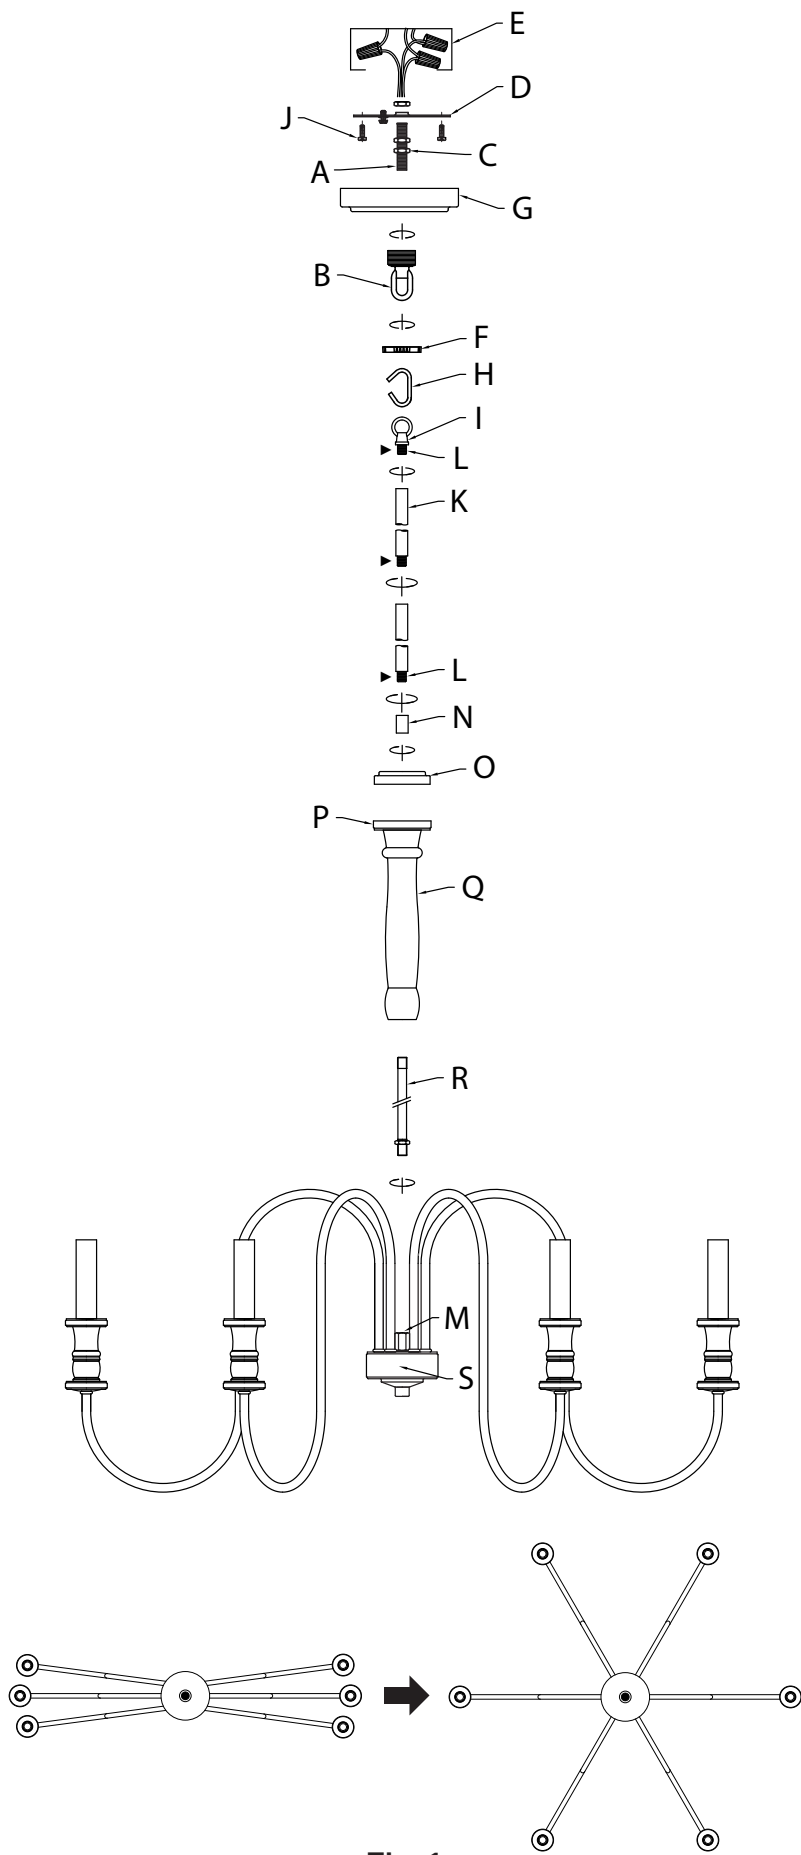

Fig. 1
- Gire los brazos del artefacto a su posición como se muestra (Fig. 1).